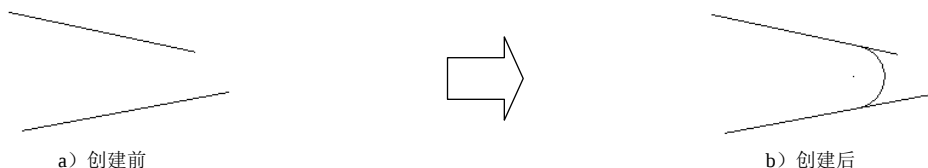

图 3.3.21 切弧
切弧命令  可以绘制与直线、圆、圆弧等相切的圆弧，但是此命令不能绘制与样条曲线相切的圆弧。下面以图 3.3.21 所示的模型为例讲解切弧的一般操作过程。
Step5. 定义相切对象。在绘图区选取图 3.3.21 所示的两条直线。